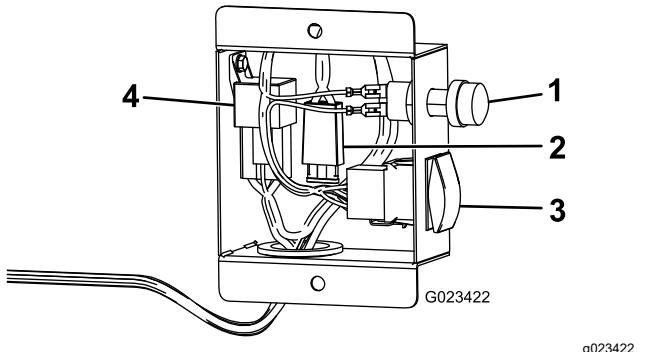

Figura 4
2. Rivolgendo il cablaggio preassemblato verso il basso, collegatelo all'interruttore della portata, al pulsante dell'avvolgitubo e al relè dell'alimentazione (Figura 4).